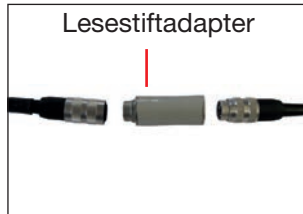

Abb. 2
- Lesestiftadapter durch Drehen gegen den Uhrzeigersinn von den Steckerkupplungen abschrauben (Abb. 2).